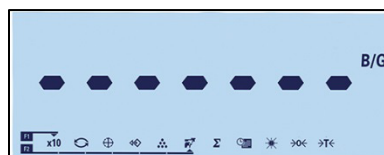

Abbildung 2-22: Anzeige während der Erfassung der Gewichtswerte
1. Stellen Sie das Tier/die Tiere auf die Plattform und drücken Sie die Funktionstaste TIERWÄGEN . Das Terminal erfasst die Gewichtswerte, und es erscheint „----“ auf der Anzeige (Abbildung 2-22). Dieser Vorgang dauert 2 bis 3 Sekunden. Um eine bessere Genauigkeit zu erreichen, werden die ersten 14 Gewichtswerte verworfen und die nächsten 56 Werte für die Berechnung verwendet.